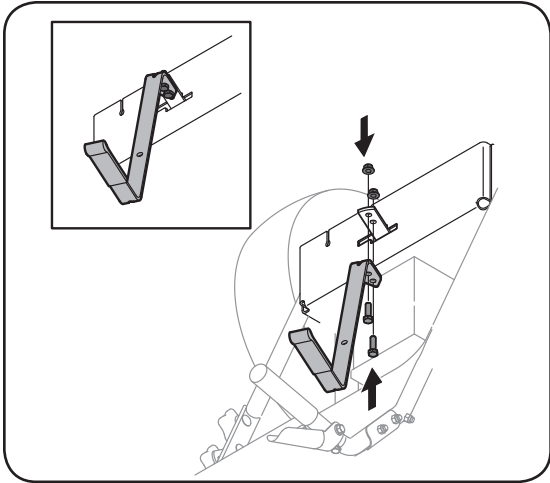

Figure 3-6
3. Placez le sélecteur de vitesse supérieur à la verticale en alignant les trous de du sélecteur avec les trous de la plaque de montage. Voir la Figure 3-6.
4. Fixez le sélecteur sur la plaque de montage en utilisant les deux vis et les deux écrous retirés plus tôt. Voir l'encadré, Figure 3-6.